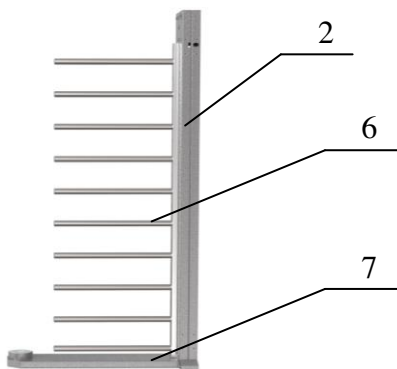
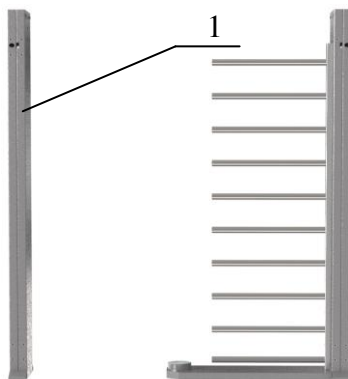
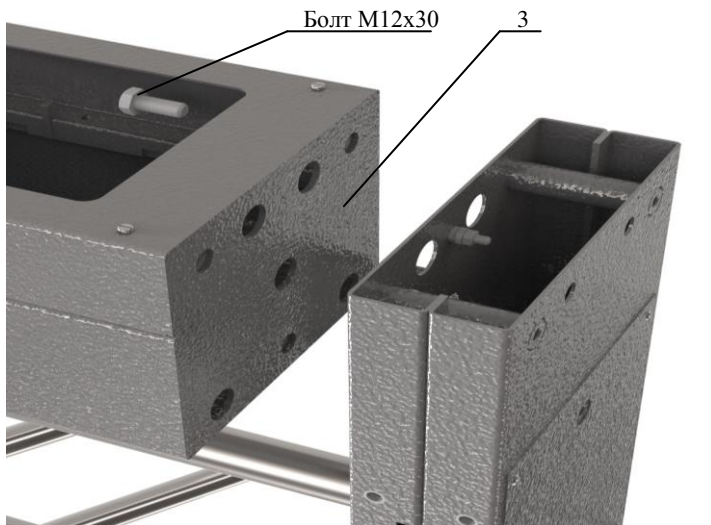

Рис. 1
Рис. 2
Рис. 3
5.2. Корпус турникета необходимо заземлять. На боковом ребре внутри стойки крыла прохода секции внизу имеется основная клемма (М8) заземления; дополнительная клемма заземления (М6) находится на раме привода **3** (рис.3) турникета.
*1. Сборка турникета. Рис. 1, 2, 3 (вариант сборки двумя сборщиками):*
– положите на пол на боковую плоскость раму привода **3** (рис. 3), (предварительно постелив лист картона), рядом аналогично положите стойку крыла прохода **1** (рис.2) и стойку ограничения прохода **2** (рис.1); состыкуйте указанные элементы друг с другом присоединительными элементами и закрутите по три болта М12 с каждой стороны; поставьте собранный портал вертикально на месте установки турникета; закрепите к стойке ограничения прохода напольную плиту **7** (рис.1) четырьмя винтами М12.
Состыкуйте лопасть ограничителя прохода **6** (рис.1) со стойкой ограничения прохода **2** (рис.1) и закрепите винтами М8 с дистанционными втулками;